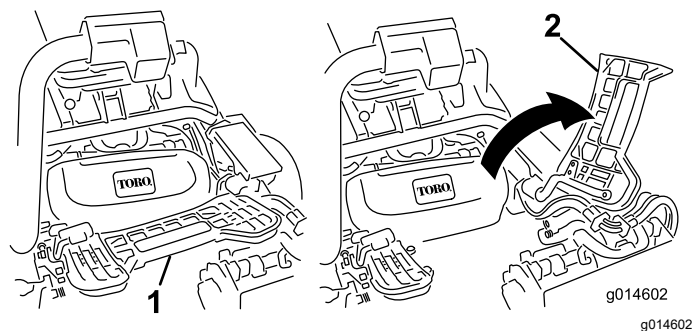

図 53
2. フットレストを跳ね上げて開き、中央カuttingユニット取り付け位置へのアクセスを確保する図 53。